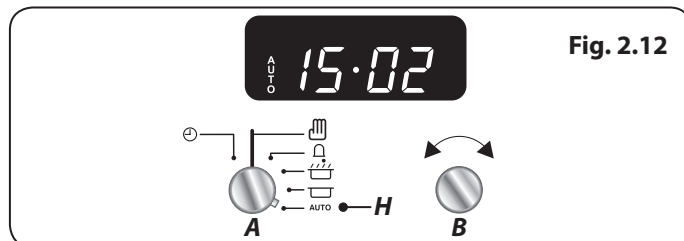

Fig. 2.12
5. Tournez le bouton du Programmeur (A) sur la position Auto (H) (**Fig. 2.12**). Si l'écran affiche l'heure en cours et AUTO, cela indique qu'une programmation a été définie (heure d'allumage et heure d'extinction).